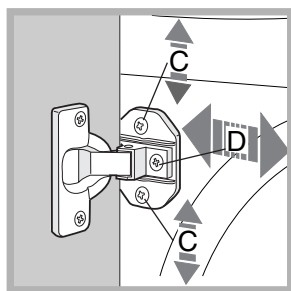

Fig. 7
- Pour régler la position du panneau en bois à la verticale et à l'horizontale, servez-vous des vis **C** et **D** comme illustré *fig. 7*.